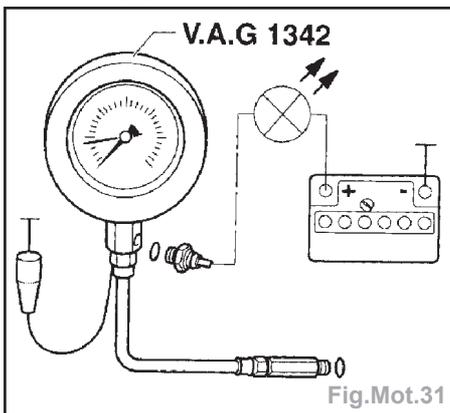

Fig.Mot.31
- Déposer le contacteur de pression d'huile et le visser dans l'appareil de contrôle (Fig.Mot.31).